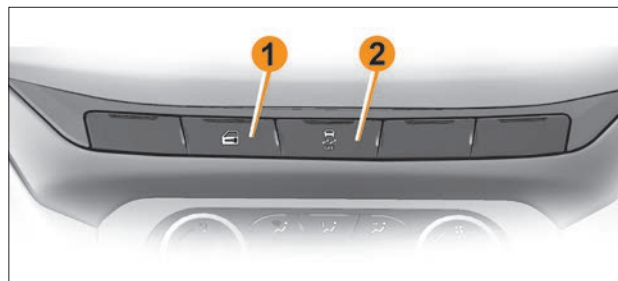

Рис. 3. Блок выключателей на панели приборов
Для блокировки замков дверей нажмите кнопку блокировки  на пульте. При этом произойдет блокировка замков дверей, что подтверждается загоранием на некоторое время индикатора на кнопке **1** (см. рис. 3) и двукратным световым сигналом указателей поворота.
– *Центральная блокировка/разблокировка замков дверей.* Для блокировки замков всех дверей из салона нажмите кнопку  на панели приборов, индикатор на кнопке **1** (рис. 3) загорится на некоторое время, затем погаснет. Если при нажатии кнопки  капот, багажник или одна из дверей были открыты, то двери обратно разблокируются. Закройте двери, капот, багажник, нажмите кнопку блокировки , все двери заблокируются. Разблокировка замков боковых дверей происходит при открывании со стороны салона любой передней двери, при открытии одной из задних дверей происходит разблокировка только открываемой двери. Для принудительной блокировки дверей, в случае открытой любой двери, требуется нажать и удерживать некоторое время кнопку .
При заведенном двигателе нажмите кнопку центрального замка  на панели приборов **1** (рис. 3) и удерживайте ее в течение пяти секунд. Сразу после нажатия кнопки загорится светодиод, двери заблокируются. Заглушите двигатель. Функция активирована.
При заведенном двигателе нажмите кнопку центрального замка  на панели приборов **1** (рис. 3) и удерживайте ее в течение пяти секунд. Функция отключена.